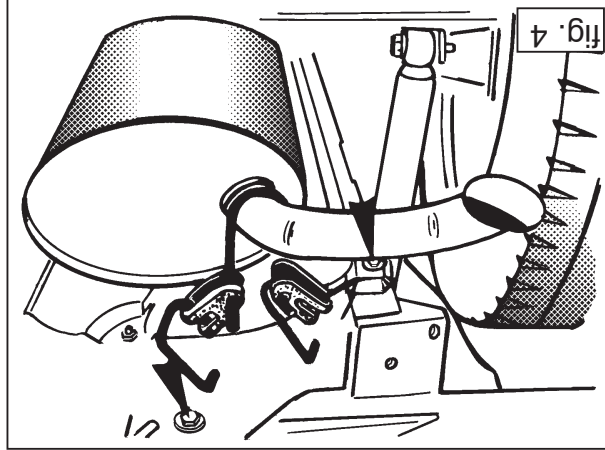

fig. 4
2. Demonteer de achterste uitlaatophanging overeenkomstig fig.4. Verwijder overeenkomstig fig.5 de bitumen van de aanligvlakken en plaats de vier kooimoeren. Indien t.p.v. punten B, zie fig. 7, de speciale gaten voor de kooimoeren niet aanwezig zijn, dan dient men M8 sluitringen en M8 moeren toe te passen.
2. Remove the rear exhaust mount, as shown in fig. 4. Remove the bitumen from the contact points, as shown in fig. 5, and fit the four caged nuts, if the special holes for the caged nuts are not present at points B, then use M8 nuts with plain washers.
2. Die hinterste Auspuffaufhängung entsprechend Fig.4 demontieren. Entsprechend Fig.5 das Bitumen von den Berührungsflächen entfernen und die vier Verschlussmuttern anbringen. Wenn bei den Punkten B (siehe Abb. 7) keine Speziallöcher für die Käfigmuttern vorhanden sind, müssen M8-Unterlegscheiben und M8-Muttern verwendet werden.
2. Ostatnie mocowanie wydechu zdjęć rys.4 a następnie stosując się do rys.5 usunąć masę bitumiczną w miejscach styku. W dalszej kolejności umieścić cztery nakrętki samo zakleszczające w punktach mocowania haka holowniczego. Jeżeli w punktach B (patrz rys. 7) nie znajdują się specjalne otwory dla nakrętek samo zakleszczających, należy wykorzystać podkładki M8 oraz nakrętki M8.
- Démonter la suspension d'échappement la plus en arrière conformément à la fig. 4. Enlever la couche de goudron des surfaces de contact conformément à la fig. 5 et monter les quatre écrous-cage. Si les trous spéciaux pour les écrous-cages ne sont pas prévus à l'emplacement des points B, voir la fig. 7, il faudra utiliser des rondelles de blocage M8 et des écrous M8.
- Desmontar la última suspensión del tubo de escape de acuerdo a la fig. 4. Retirar el betún de las superficies adyacentes de acuerdo a la fig. 5 y colocar las cuatro tuercas ¡aula. Si a la altura de los puntos B, véase la fig. 7, faltan los orificios especiales para las tuercas prisioneras, será preciso aplicar arandelas planas M8 y tuercas M8.